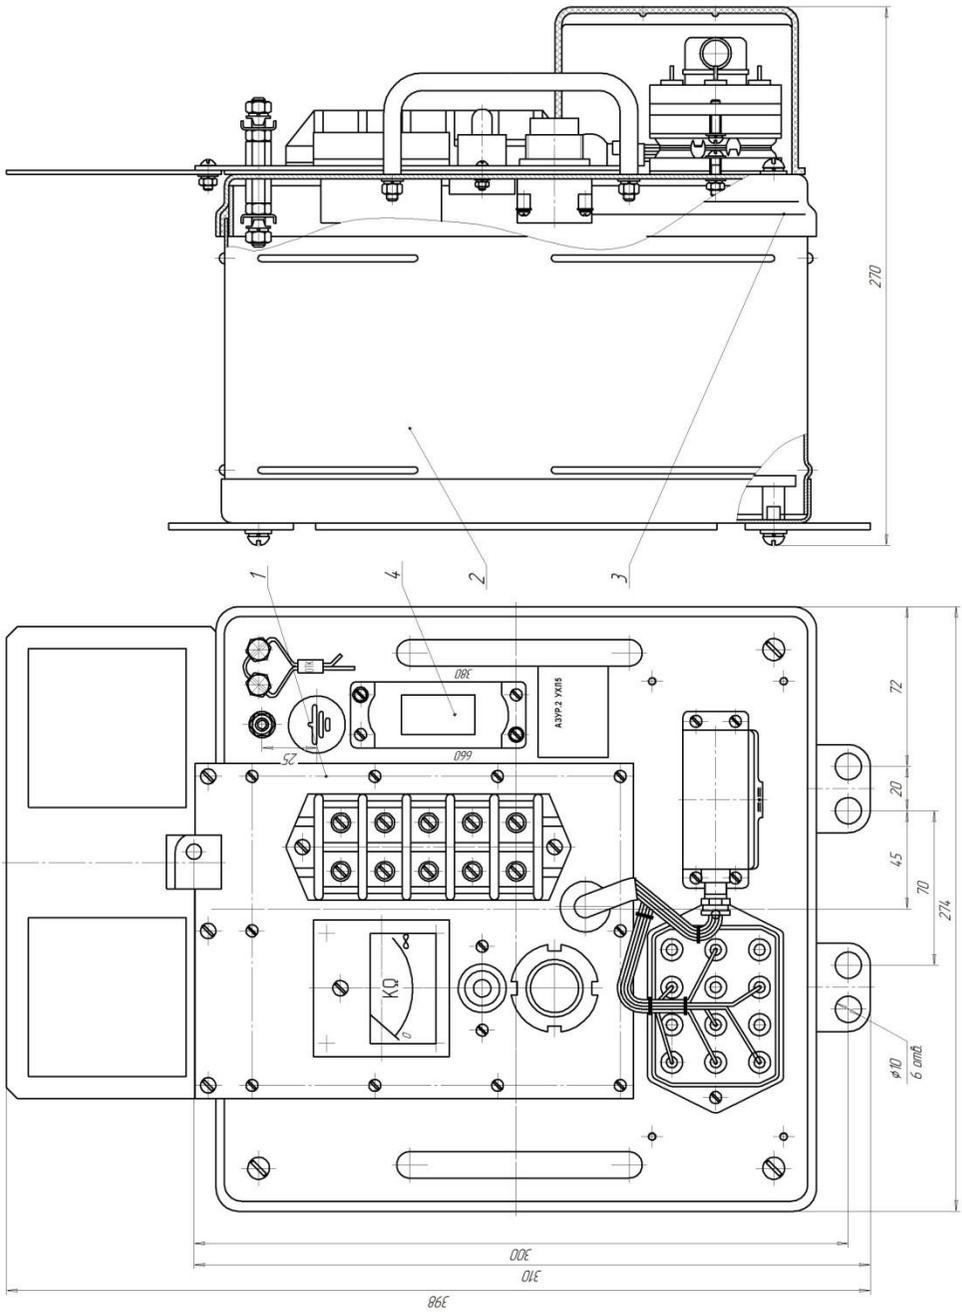
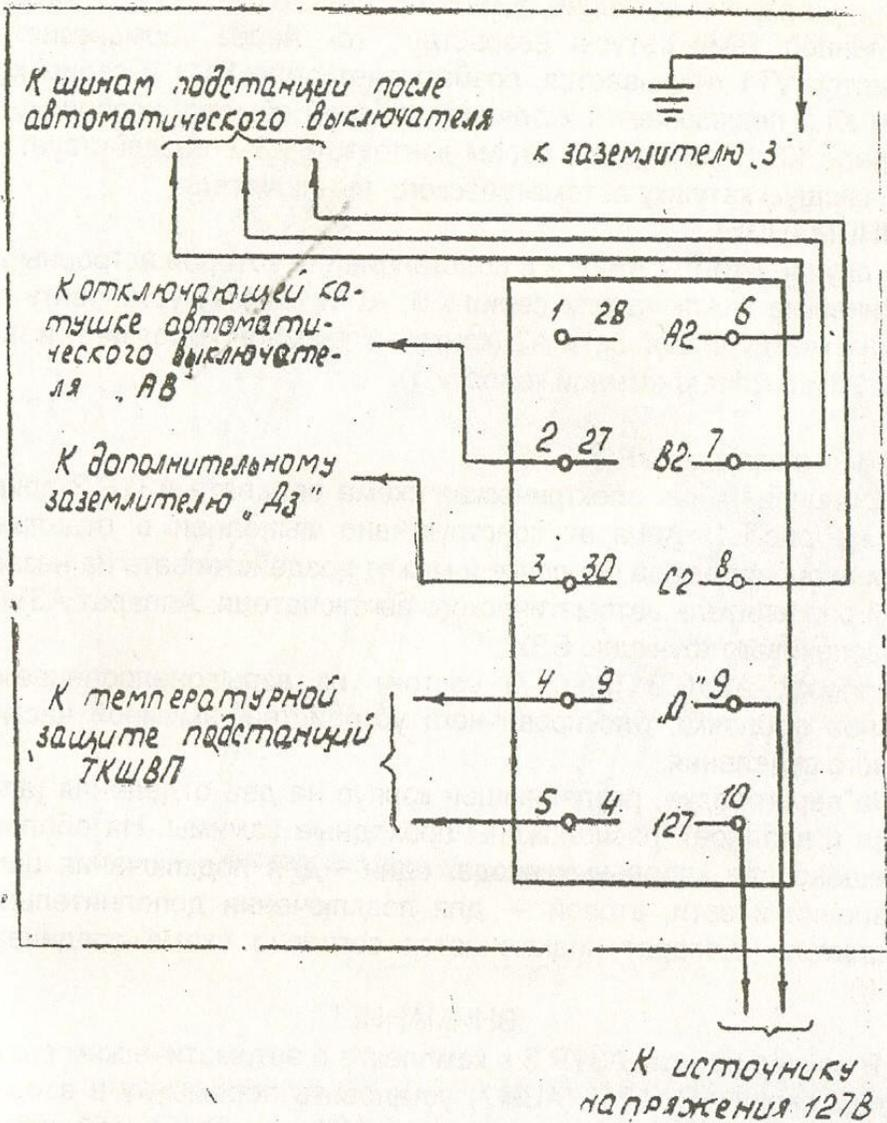

Рис. 4 - Аппарат АЗУР.2
Рис. 6. Схема внешних соединений АЗУР.2
Аппарат АЗУР.2 (рисунок 4) состоит из выемной части, заключенной в металлический корпус, и панели сигнализации. На лицевой панели крепятся штепсельные вилки для подключения внешних жгутов. Часть электрической схемы аппарата АЗУР.2 смонтирована на печатных платах, остальная – на панелях. На корпусе имеются кронштейны для крепления аппарата в камере подстанции. Килоомметр, кнопка «Проверка», лампа Н1, клеммник, размещенные на специальной панели (рисунок 5), устанавливаются на лицевой панели аппарата. В распределительном устройстве РУНН аппарат АЗУР.2 подключается согласно схеме соединений рисунок 6.
9.3 Порядок сборки вариантов исполнения аппаратов АЗУР. Аппарат АЗУР универсален и путем несложных монтажных операций возможна сборка варианта исполнения АЗУР.1, используя аппарат АЗУР.2(рисунок 4).
У аппарата АЗУР.2, отсоединив розетку штепсельных разъемов Х1 и Х2 (рисунок 4) снять устройство сигнализации (поз.1) без прокладки, предварительно вывернув винты крепления устройства. Снять вилку штепсельного разъема Х2, предварительно вывернув винты крепления разъема и подпаять провода «27» и «28» к клеммам «4» и «5» указанного штепсельного разъема. Штепсельный разъем Х2 закрепить этими же винтами на корпусе аппарата.